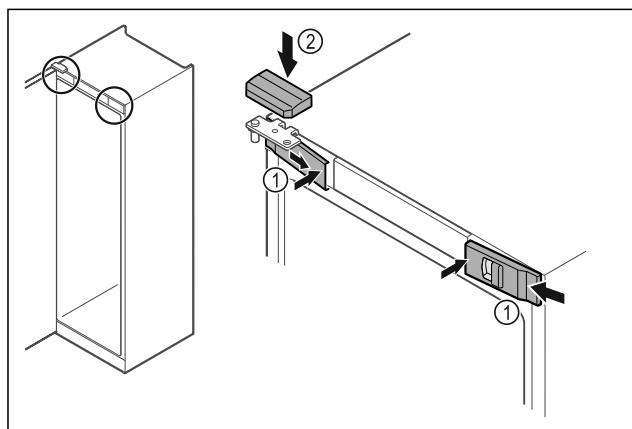

Fig. 52
- ▶ Bočno zakvačite prednje poklopce Fig. 52 (1) i uglavite ih iznutra.
- ▶ Uglavite gornji poklopac Fig. 52 (2) odozgo.